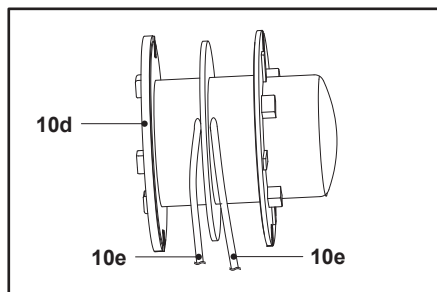

Fig. 16
1. Retirer la bobine de coupe-bordures (10d) de la tête de coupe-bordures (10) comme indiqué dans le chapitre « Fil de coupe - Remplacement de la bobine de coupe-bordures ».
5. Faire passer une extrémité des nouveaux fils de coupe (10e) dans le petit œillet de la bobine de coupe-bordures (10d) (Fig. 16).